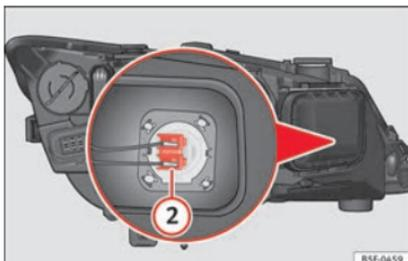

Abb. 108 Fernlichtleuchte.
- Drücken Sie den Stecker » Abb. 108 ② seitlich nach links und ziehen Sie.